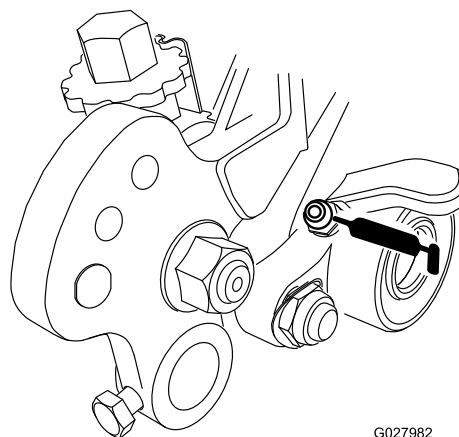
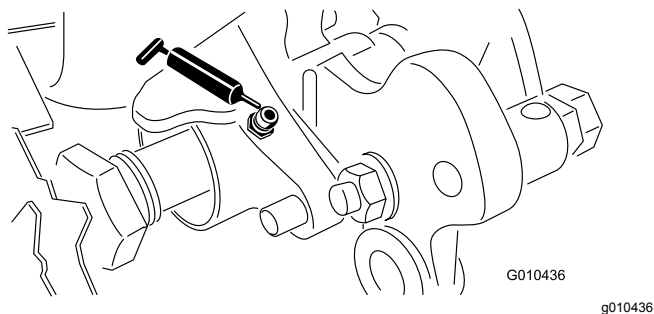

Рисунок 19
Рисунок 20
39. Подшипники механической щетки (Рисунок 19 и Рисунок 20) следует смазывать еженедельно или после каждых 10 часов работы, перед длительными периодами простоя, а также непосредственно после каждой мойки. Закачивайте в масленки консистентную смазку, пока она не начнет выдавливаться на вал механической щетки. Удалите избыток смазки с уплотнений и вала.